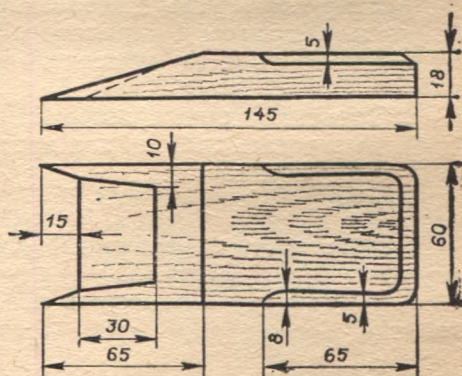

Рис. 154. Клин для крепления ножа фуганка.
10. Изготовить и подогнать клин для крепления ножа (рис. 154).